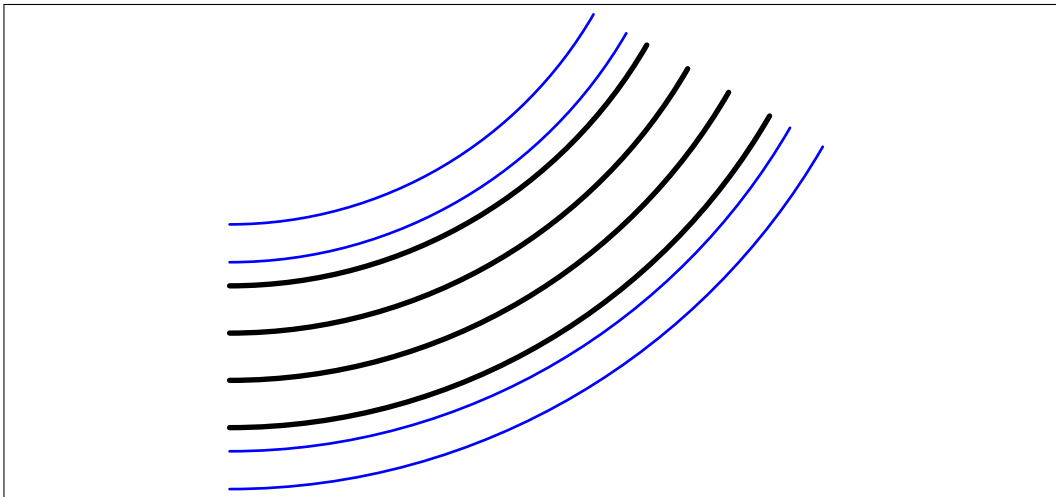

FIGURE 8: La module 411 au 1 :20.
Il s'agit d'un virage de 60° . Il est composé d'un virage standard (407) entouré par deux demi-droits (402). Figure 8 page 7.